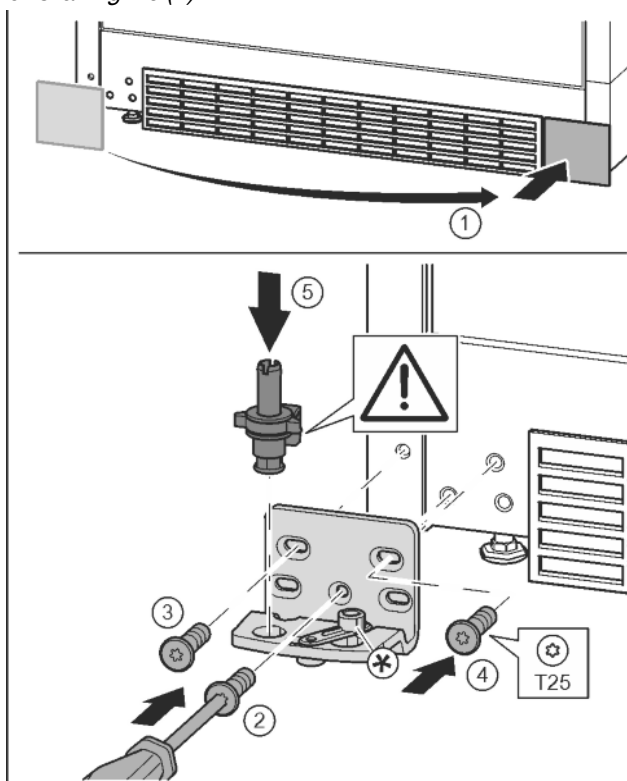

Fig. 17
- Sejměte kryt a připevněte jej na druhé straně. Fig. 17 (1)
- Nasad'te stojan ložiska na druhé straně a přišroubujte pomocí šroubováku T25. Začněte šroubem 2 dole uprostřed. Fig. 17 (2)
- Pevně utáhněte šroub 3 a 4. Fig. 17 (3, 4)
- Zcela vložte ložiskový čep. Přitom dávejte pozor, aby zajišťovací vačka směřovala dozadu. Fig. 17 (5)